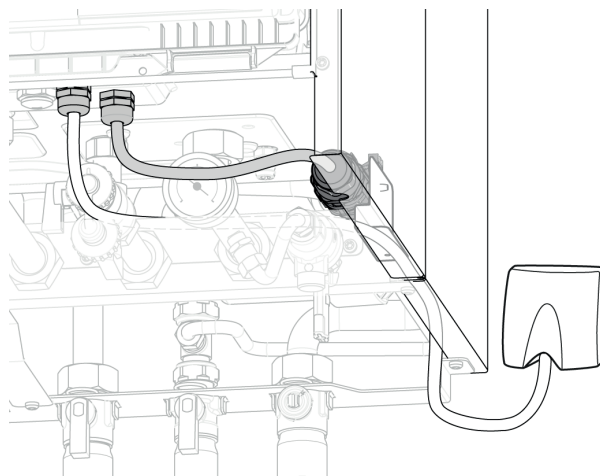

fig. 22 - Passage de câbles BT
- Fixer le connecteur sur le côté de la chaudière (2 vis) (fig. 22).